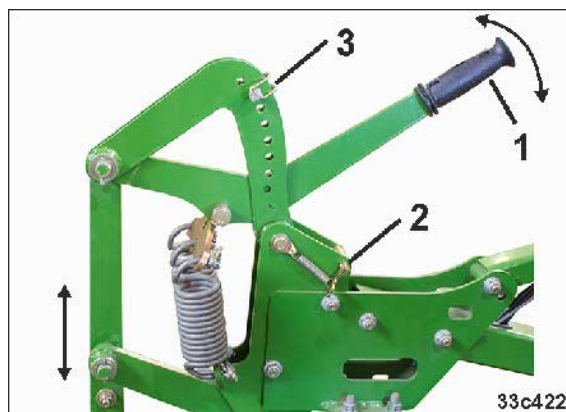
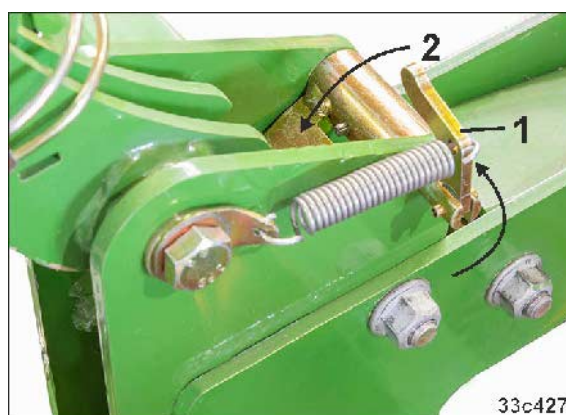

Fig. 179
Fig. 180
2. Indstillingen af tallerkentrykket sker ved ensartet justering af indstillingsarmen (Fig. 179/1) på alle justeringssegmenter.
- 2.2 Sørg for, at låsearmen (Fig. 179/2) befinder sig i arbejdspositionen (Fig. 180/1)
→ Spæreklinken peger nedad (Fig. 180/2)
3. Bevæg justeringsarmen (Fig. 179/1) i den ønskede retning